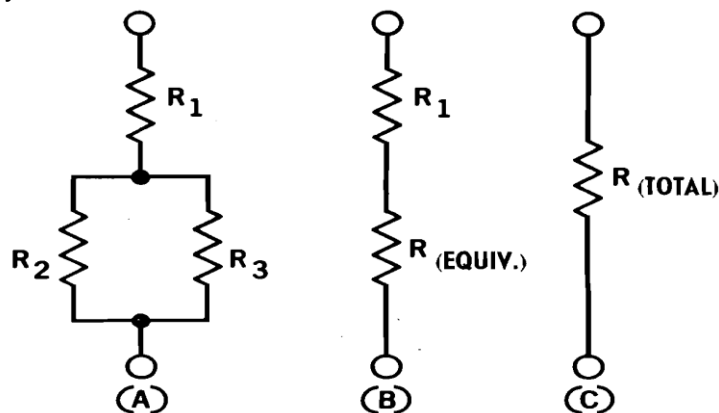

Fig. 13-1
El circuito de la Fig. 13-1 (A) es una disposición serie-paralelo de resistencias. En este circuito, R1 está en serie con la combinación de R2 y R3 en paralelo. Si se calcula la resistencia en paralelo equivalente de R2 y R3, se le puede llamar Requivalente; después conéctese el grupo en serie con R1 como se muestra en la Fig. 13-1 (B). Luego se puede calcular la resistencia total de este circuito de resistencias en serie y llamar al resultado la Rtotal, como se muestra en la Fig. 13-1 (C).